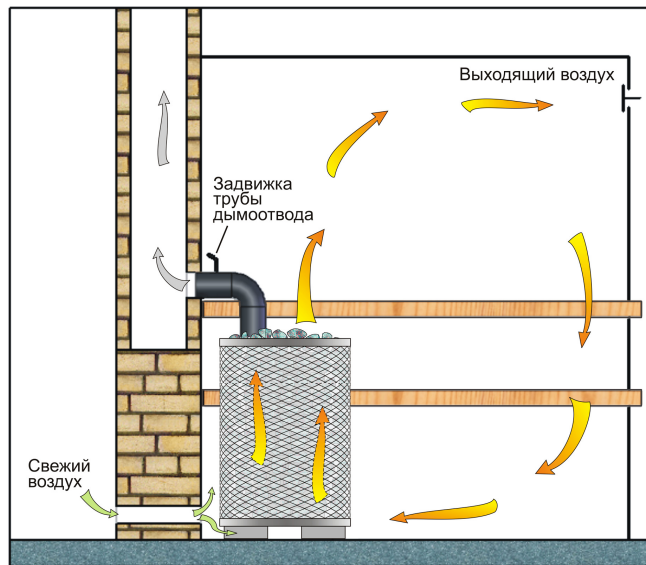

Рис. 4
Устанавливая печь в место эксплуатации, должна быть предусмотрена возможность замены печи, без разрушения стен бани, т.е. расстояние от задней стенки печи должно быть не менее 50 мм, а тоннель загрузки топлива должно свободно проходить через отверстие в стене (см. рис. 4).
- перед топкой печи должна быть негорючая основа 500 x 800 мм (см. рис. 4 и рис. 8);